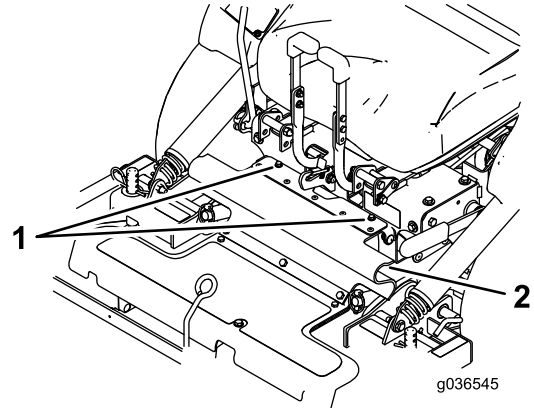

Figura 8
3. Afloje los pernos de sujeción del protector de goma (**Figura 8**).
3. Instale el protector de goma con los pernos (Figura 8).